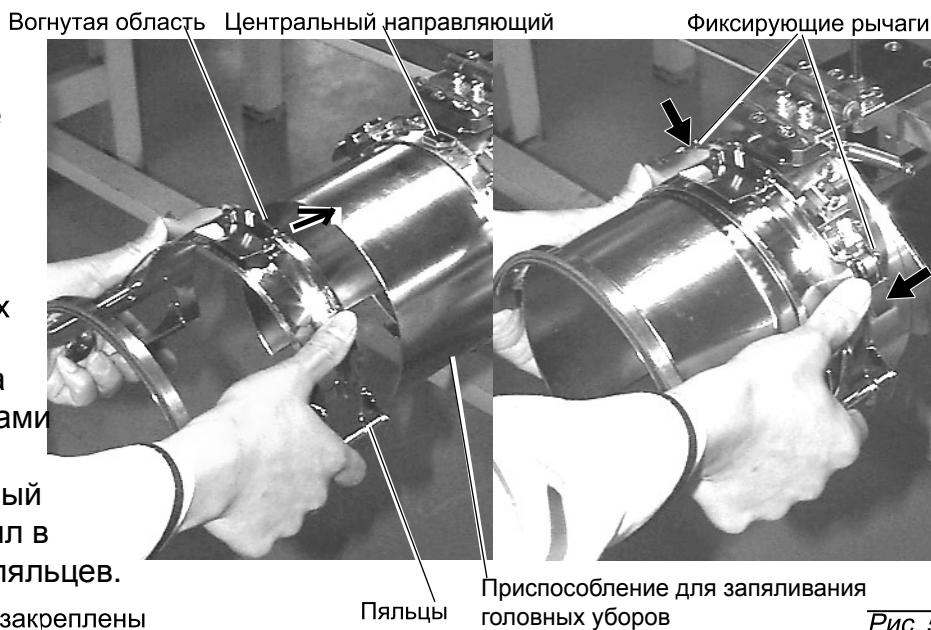

Рис. 5
2. Как показано на Рис. 5, держите кепочные пяльцы обеими руками и наденьте их на приспособление для запяливания. Надавливая на фиксирующие рычаги пальцами в двух местах, расположите пяльцы так, чтобы центральный направляющий плотно входил в вогнутую область кепочных пяльцев.